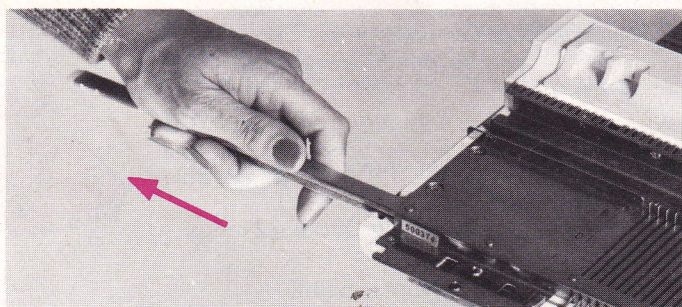

Fig. 203
- La barre étant sortie de 2 cm du côté gauche, la tirer jusqu'à ce que l'aiguille abîmée soit libérée (fig. 203).